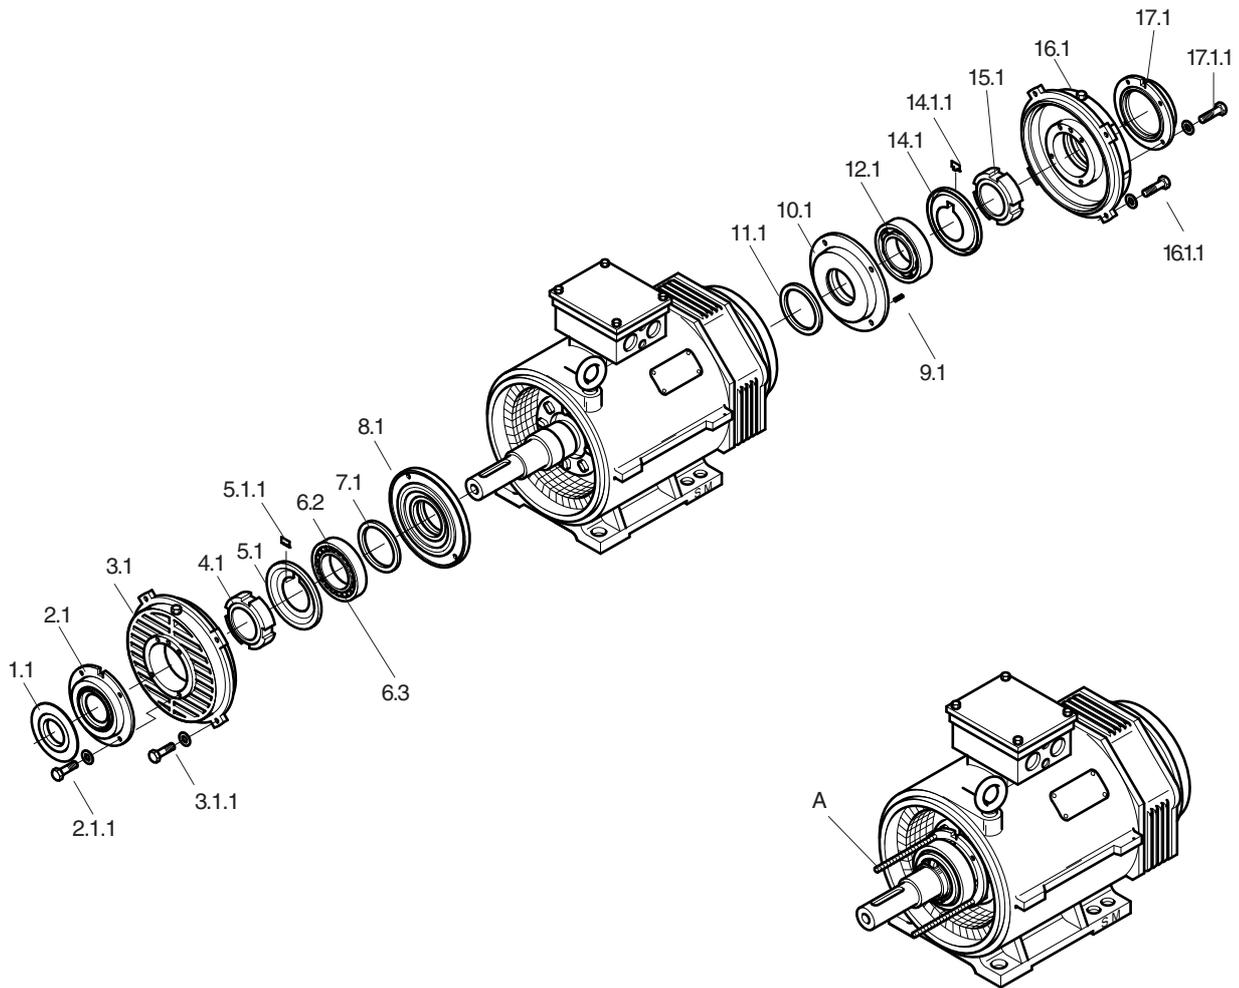

Figure 16: Changement de palier AH355+400
5.6.4 Montage du roulement à rouleaux côté entraînement et du roulement à billes côté opposé (→ Figure 16)